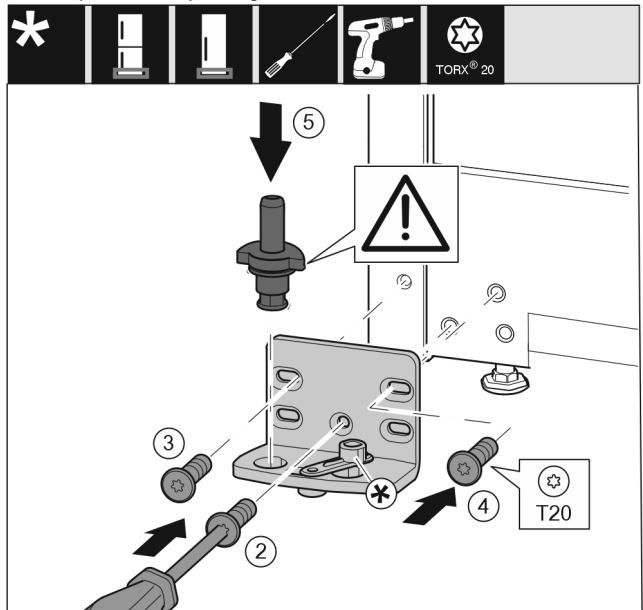

Fig. 14
- Ložiskovú konzolu nasadíte na druhú stranu a priskrutkujte ju pomocou skrutkovača T20. Začnite skrutkou 2 dole v strede. *Fig. 14 (2)*
- Pevne zaskrutkujte skrutku 3 a 4. *Fig. 14 (3,4)*
- Ložiskový čap úplne nasadíte. Dbajte pritom na to, aby zaistovací doraz ukazoval smerom dozadu. *Fig. 14 (5)*